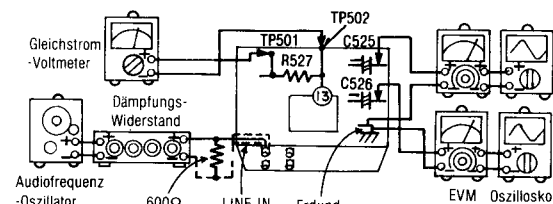

Abb. 13
1. Der Testaufbau ist in Abb. 13 gezeigt.
2. Eine Normalband-Cassette einlegen und den Rauschunterdrückungs-Schalter (NR) auf "dbx" einstellen.